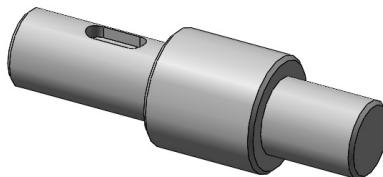

图 5-36 零件实体模型
- [1] 打开初始文件“Z5L8.prt”, 零件实体模型如图 5-36 所示。